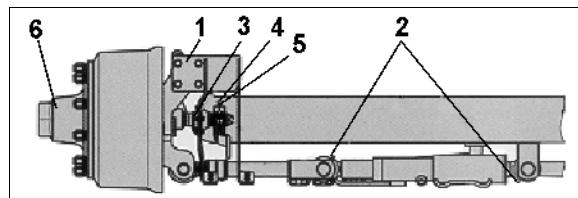

Рис. 182
- Рис. 182: Поддерживающая управляемая ось